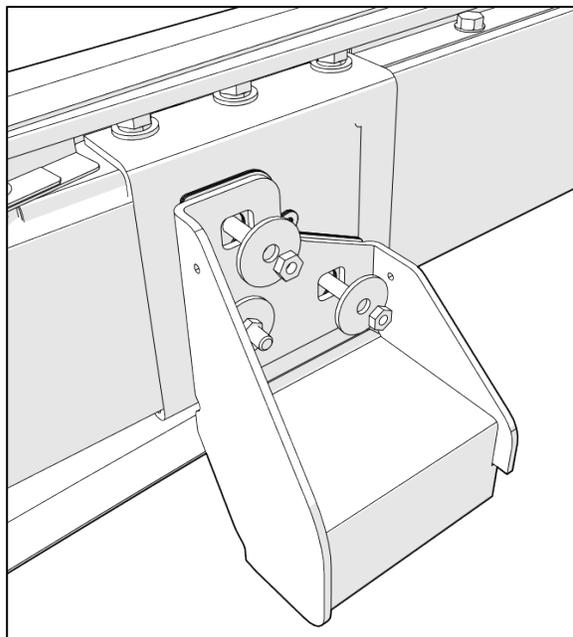

FIGURE 6
6. Sur le côté droit, desserrer les écrous du pare-chocs (deux) tels que montrés sur la Figure 6. Ne pas retirer complètement les écrous.